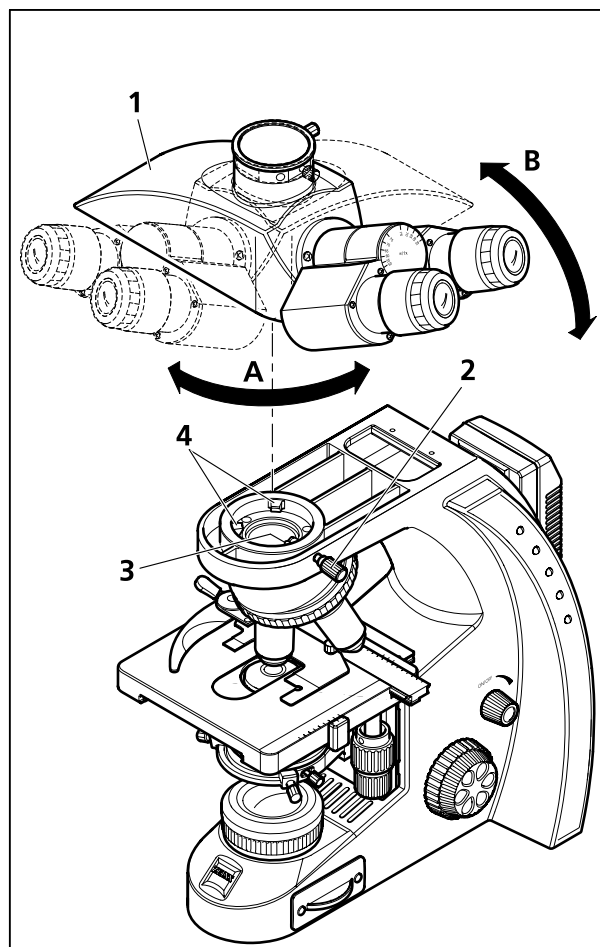

Fig. 26 Changement de tube
- Desserrez la vis de blocage (Fig. 26/2), tournez le tube (Fig. 26/1) d'environ 90° vers la droite (Fig. 26/A) et, dans cette orientation, soulevez-le pour le retirer du statif (Fig. 26/B).
- Saisissez le tube à monter, oculaires pointés vers le bas, et approchez-le du statif en tenant la queue d'aronde légèrement inclinée pour l'engager sous les deux pattes de fixation (Fig. 26/4).
- Redressez ensuite le tube pour le caler sur le statif. La rainure située sur la face inférieure du tube doit s'engager sur la troisième patte de fixation (Fig. 26/3) du statif.
- Tournez le tube de 45° vers la gauche (les oculaires sont pointés vers l'avant), orientez-le par rapport au statif et serrez la vis de blocage (Fig. 26/2).